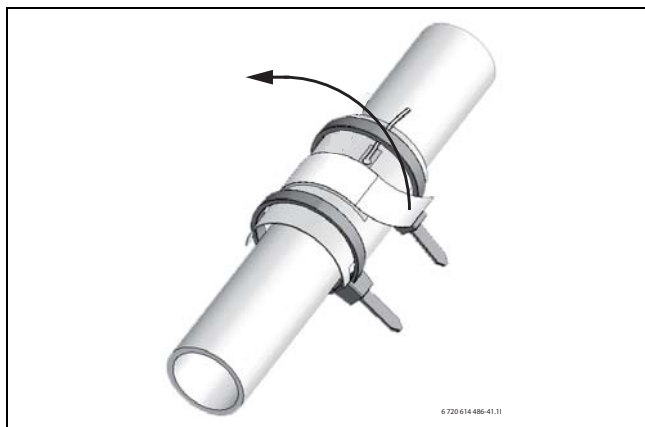

Fig. 30 Montering av føleren for kontroll av duggpunktet
- ▶ Fjern beskyttelsesfolien fra føleren - fig. 30 - side 32. Rør ikke kretskortet i føleren - fare for skade!